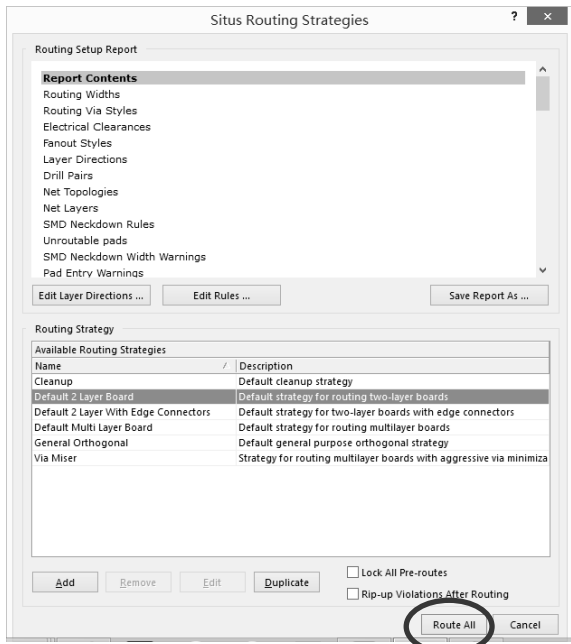

图 3.1.19 “Situs Routing Strategies(布线策略)”对话框
(1) 选择“Auto Route(自动布线)”“All(全部)”命令, 系统弹出“Situs Routing Strategies(布线策略)”对话框, 如图 3.1.19 所示, 单击“Route All”按钮即可。